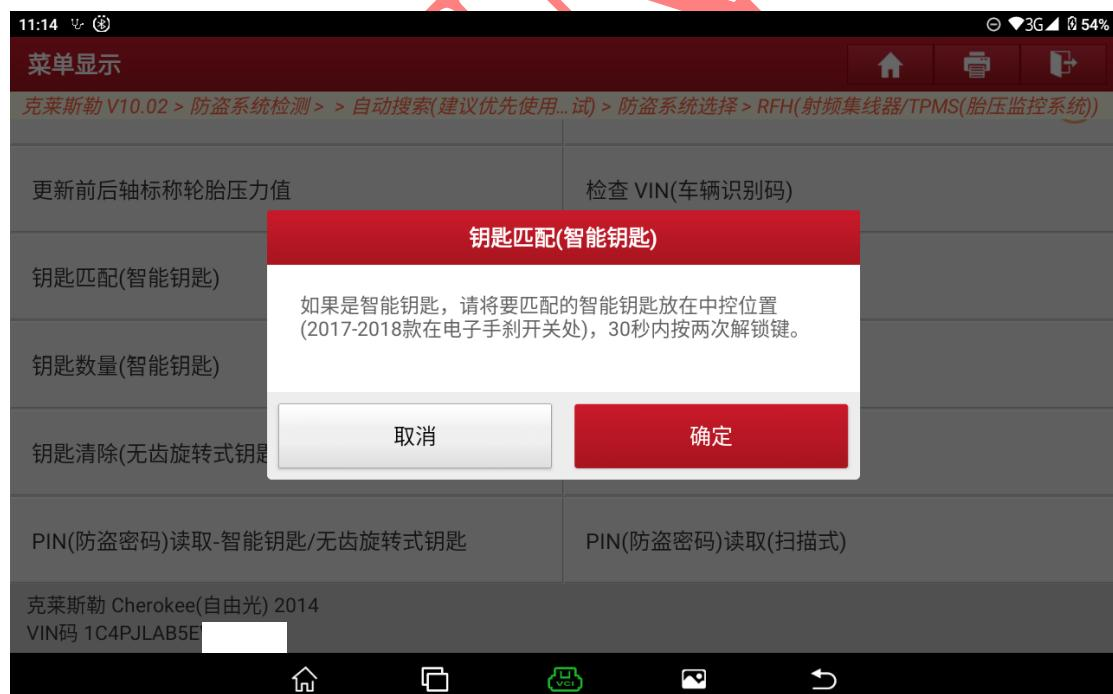

图 18
5. 按提示将钥匙放在中控位置，30 秒内按两次解锁键，点击“确定”(图 18);